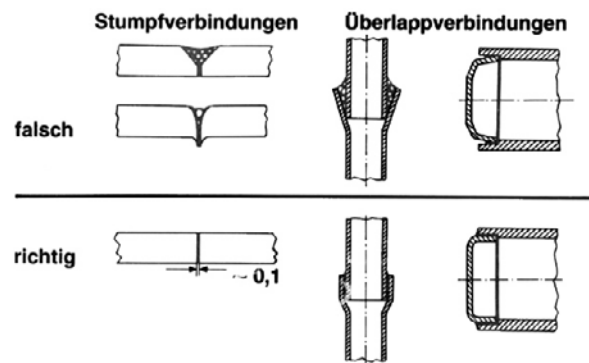

Bild 4: Falsche und richtige Spaltquerschnitte
- Parallelwandige Stoßkanten vorsehen (siehe Bild 4)